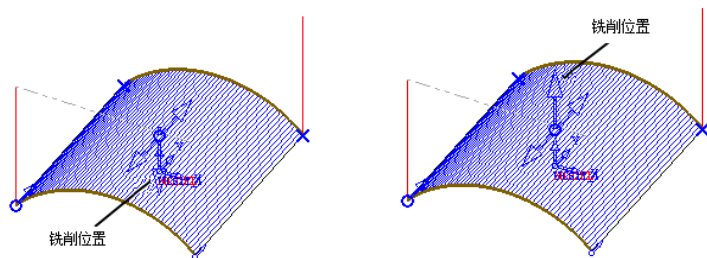

图 2-183 铁削位置
- 【铣削位置】: 用于重新定义曲面的铣削加工方向。单击该选项后面的按钮，将使切削侧变更，在图形中以箭头形式显示，如图 2-183 所示。